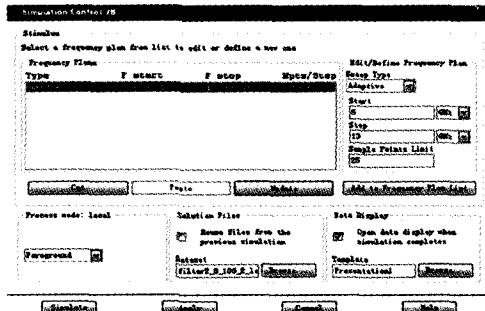

图 4 S 参数仿真设置
(2) 为电路设置基本仿真条件,执行命令 Momentum-Simulation-S-parameters,添加合适的 S 参数仿真,如图 4。